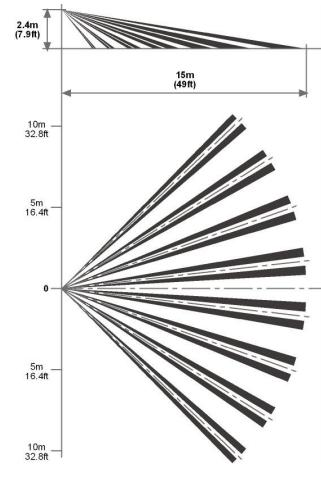

Fig. 4 Lens Pattern I Patrón de la lente I Portée de la lentille I
8. Connect wire to terminal block. (Fig. 4)
Escoja una ubicación en la que estime más probable la intercepción de un intruso. Véase el patrón de detección (Fig. 4). El detector Quad de alta calidad detecta el movimiento que cruza el haz, y es menos sensible en la detección del movimiento hacia el propio detector. El LC-100-PI / LC-120-PI presenta un comportamiento óptimo en un entorno constante y estable. Evite los siguientes emplazamientos:
Selezionare la posizione più adatta a rilevare la presenza di un intruso. Vedere l'area di copertura (Fig. 4). Il sensore a quattro elementi ad elevata sensibilità rileva i movimenti che incrociano i fasci; esso è leggermente meno sensibile nel rilevare il movimento verso il rilevatore. Il rendimento del rilevatore LC-100-PI / LC-120-PI è ottimale in un ambiente uniforme e stabile.
8. Collegare il cavo alla morsettiera (Fig. 4)